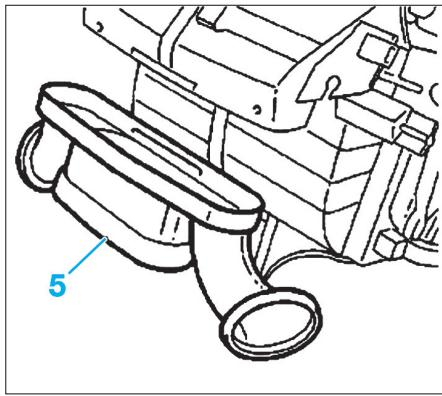

Fig. 26
• Déposer les rivets de fixation du répartiteur d'air (5), puis le déposer (Fig.26).